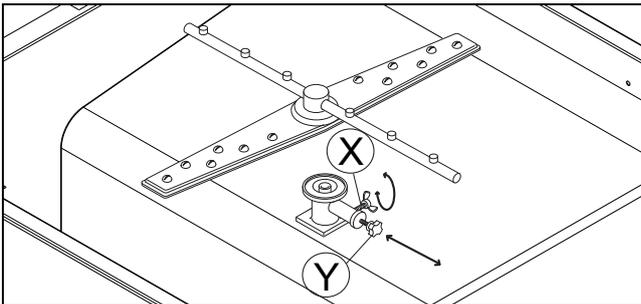

Abbildung 20 Einstellung des Waschwasserdrucks
- Die Flügelmutter "X" (Abbildung 20) lösen
- Das Druckbegrenzungsventil "Y" (Abbildung 20) nach innen drücken, um den Wasserdruck des unteren Wascharsms zu verringern und somit den Wasserdruck im oberen Wascharmarm zu erhöhen, so dass das Spülgut in seiner Position bleibt.
- Die Flügelmutter "X" (Abbildung 20) wieder anschrauben.
- Das Druckbegrenzungsventil "Y" (Abbildung 20) herausziehen;